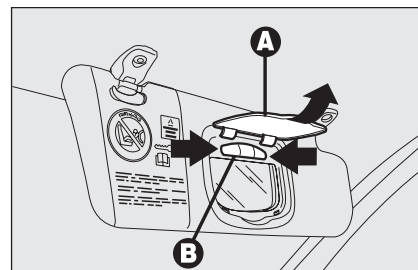

fig. 48
- ouvrir le cache **A-fig. 48** du miroir;